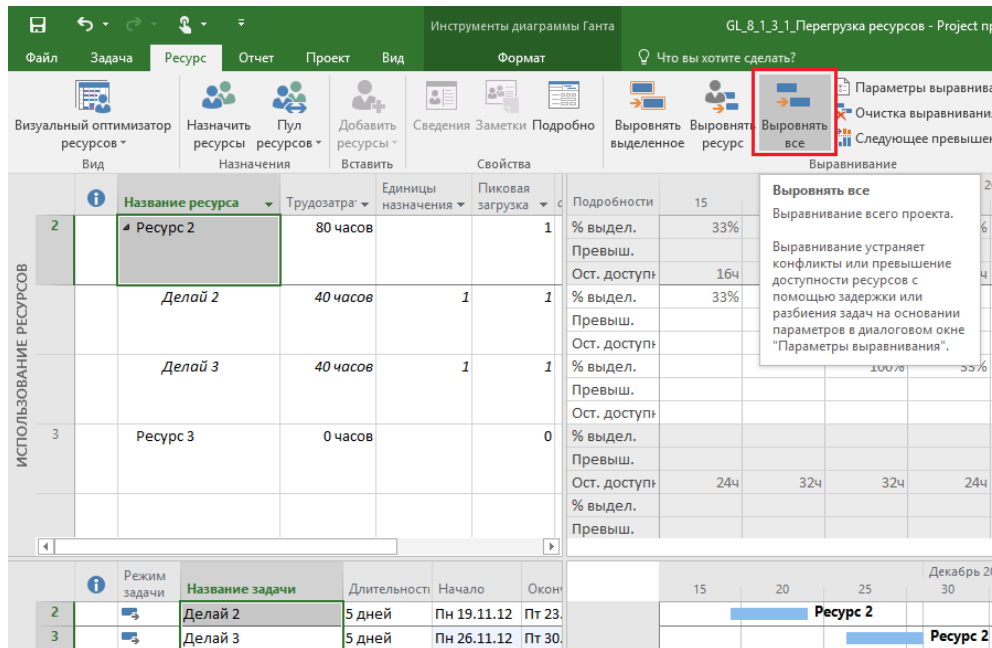

Рисунок 8.23 – Выравнивание всего и вся
3. Если необходимо выровнять все ресурсы в проекте, то нужно нажать на пиктограмму «Выровнять все» на закладке «Ресурс» (см. рисунок 8.23).